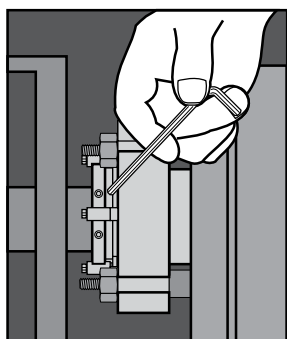

図 4
- 2.9 最終的にインペラー、シャフト、カップリング及び軸受を運転時の位置に設置した状態で、ドライブカラーのセットスクリューを締め付けます。(図4を参照)